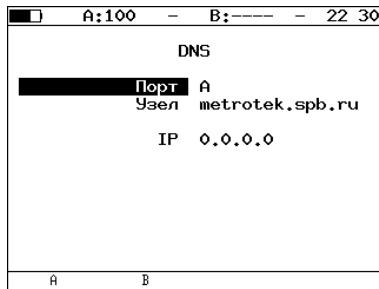

Рис. 7.66. Меню «DNS»
- Перейти в меню «DNS» (см. рис. 7.66).
Пример результатов тестирования представлен на рис. 7.66.